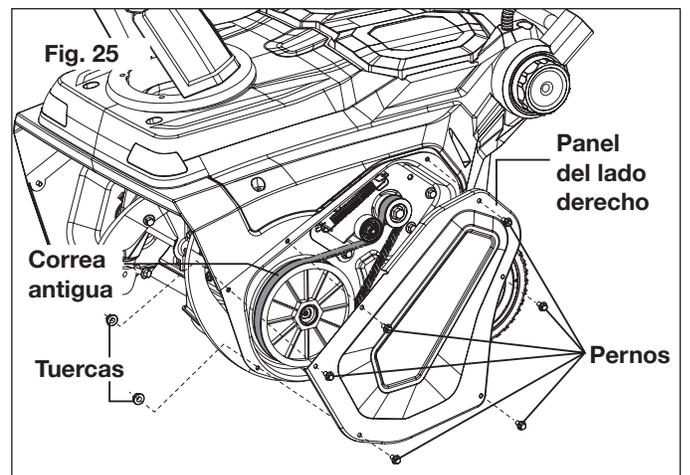

Fig. 25
2. Retire las tuercas y pernos usados para fijar el panel lateral derecho usando dos llaves de 10 mm. Luego retire el panel lateral derecho para exponer la correa, tal como se muestra (Fig. 25).